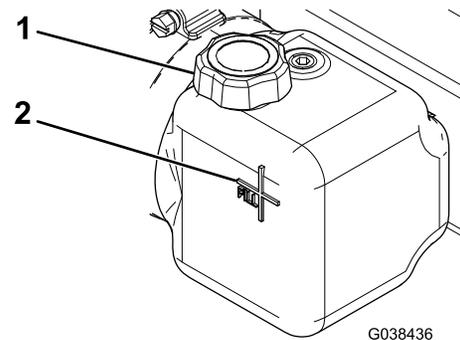

Bild 25
3. Nehmen Sie den Fülldeckel vom Hydraulikbehälter ab (Bild 25).
4. Füllen Sie den Behälter langsam bis zur Füllmarke an der Außenseite des Tanks mit Hochleistungshydrauliköl von BOSS (Bild 25).
2. Reinigen Sie den Bereich um den Fülldeckel (Bild 25).